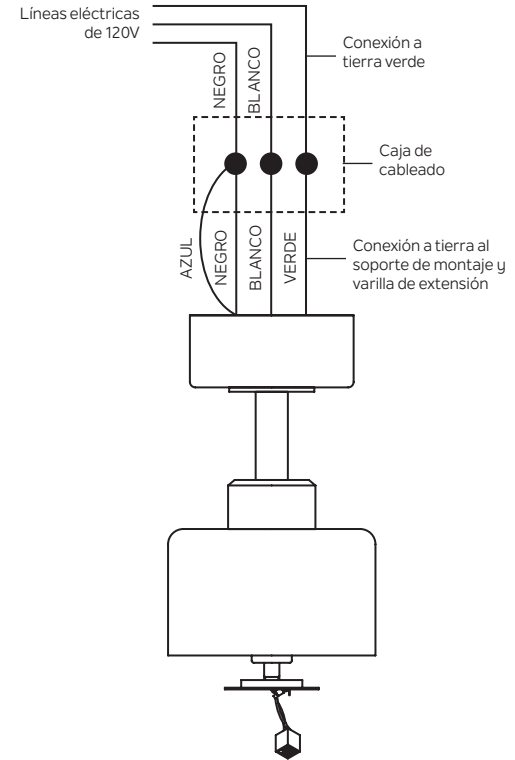

Figura 12
Paso 1. Conecte el cable de suministro del ventilador (negro) y el cable de suministro de luz (azul) al cable de suministro doméstico negro como se muestra en la Figura 12.